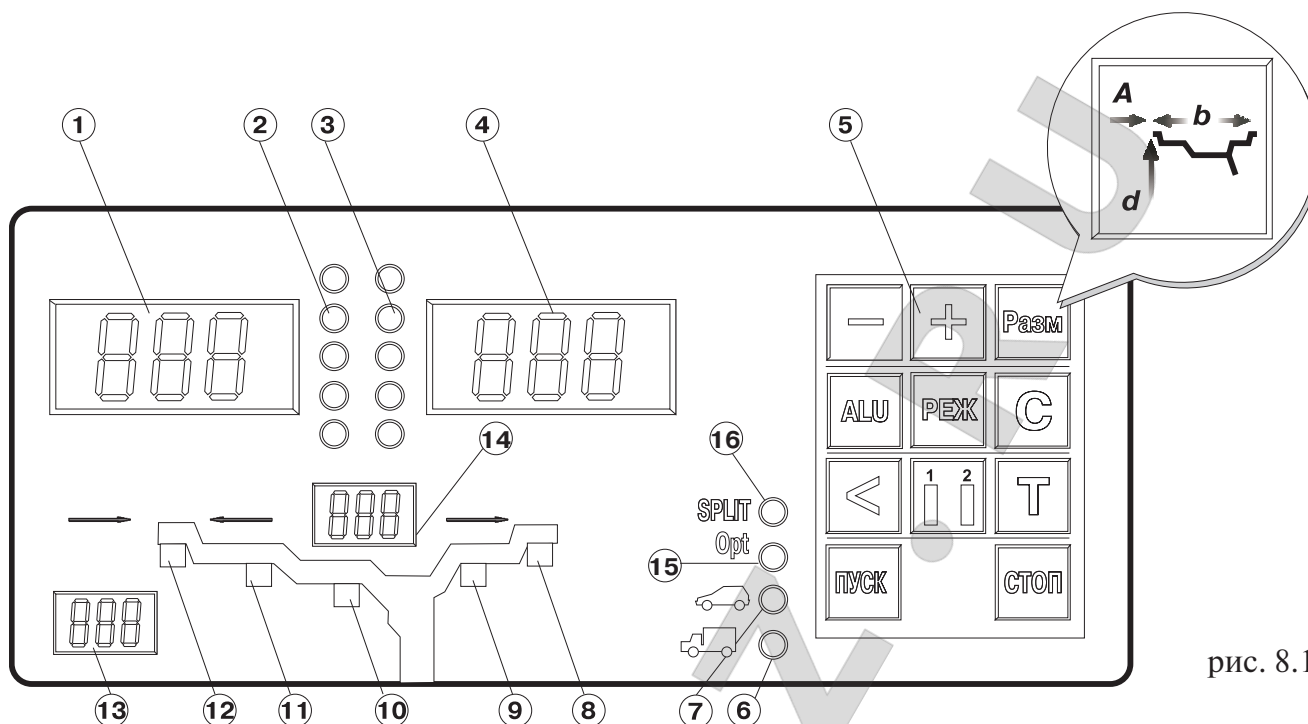

рис. 8.1.
8.1. Общий вид лицевой панели показан на рис. 8.1. На рисунке обозначены:
При включении питания СБ автоматически устанавливаются исходные параметры " $d$ " и " $b$ ", записанные в памяти компьютера, которые отображаются на индикаторах 13 и 14 (рис.8.1.) соответственно.
При выдвигании штанги на индикаторах 1 (рис. 8.1) отображается символ " $A$ ", а на индикаторах 4 значение параметра " $A$ ". Значение параметра " $d$ " отображается на индикаторах 13. После возвращения штанги в исходное состояние на индикаторах 1 и 4 некоторое время сохраняется значение параметра  $A$ , затем показания на них возвращаются к отображению текущих значений масс корректирующих грузов. На индикаторах 13 сохраняется вновь установленное значение параметра " $d$ ".
Ширина обода отображается на индикаторах 14 (рис.8.1). Если считанная с обода или измеренная ширина отличается от показаний на индикаторах 14, то кнопками "-" и "+" установить на индикаторах 14 требуемое значение ширины.
Дважды нажать кнопку " $A, d, b$ ", после чего на индикаторах 1 (рис.8.1) загорается символ " $A$ ", а на индикаторах 4 исходная величина дистанции. Нажимая кнопки "-" и "+" установить на индикаторах 4 требуемую величину дистанции. Через 2-3 сек после установки ди-
11.2. Переключение схем ALU1-ALU5 осуществляется последовательным нажатием кнопки "ALU" при этом схема установки грузов отображается загоранием соответствующих индикаторов 8-12 (рис.8.1), кроме того, на индикаторах 1 отображаются символы ALU, а на индикаторах 4 номер 1-5. Через 2-3 сек. после установки требуемой программы ALU индикаторы 1-4 переходят в режим отображения дебаланса.
12.1. При включении тумблера питания СБ на индикаторах 1 высвечивается трехзначное число - номер версии программного обеспечения. Через 2-3 сек на индикаторах 1 и 4 должны загореться нули, на индикаторах 13-исходное значение диаметра обода, на индикаторах 14-исходное значение ширины обода, кроме того должны загореться светодиоды 8 и 12, что свидетельствует о включении режима стандартной балансировки с установкой грузиков на пружинках. На линейках 2и3(рис.8.1)должны загореться центральные светодиоды.